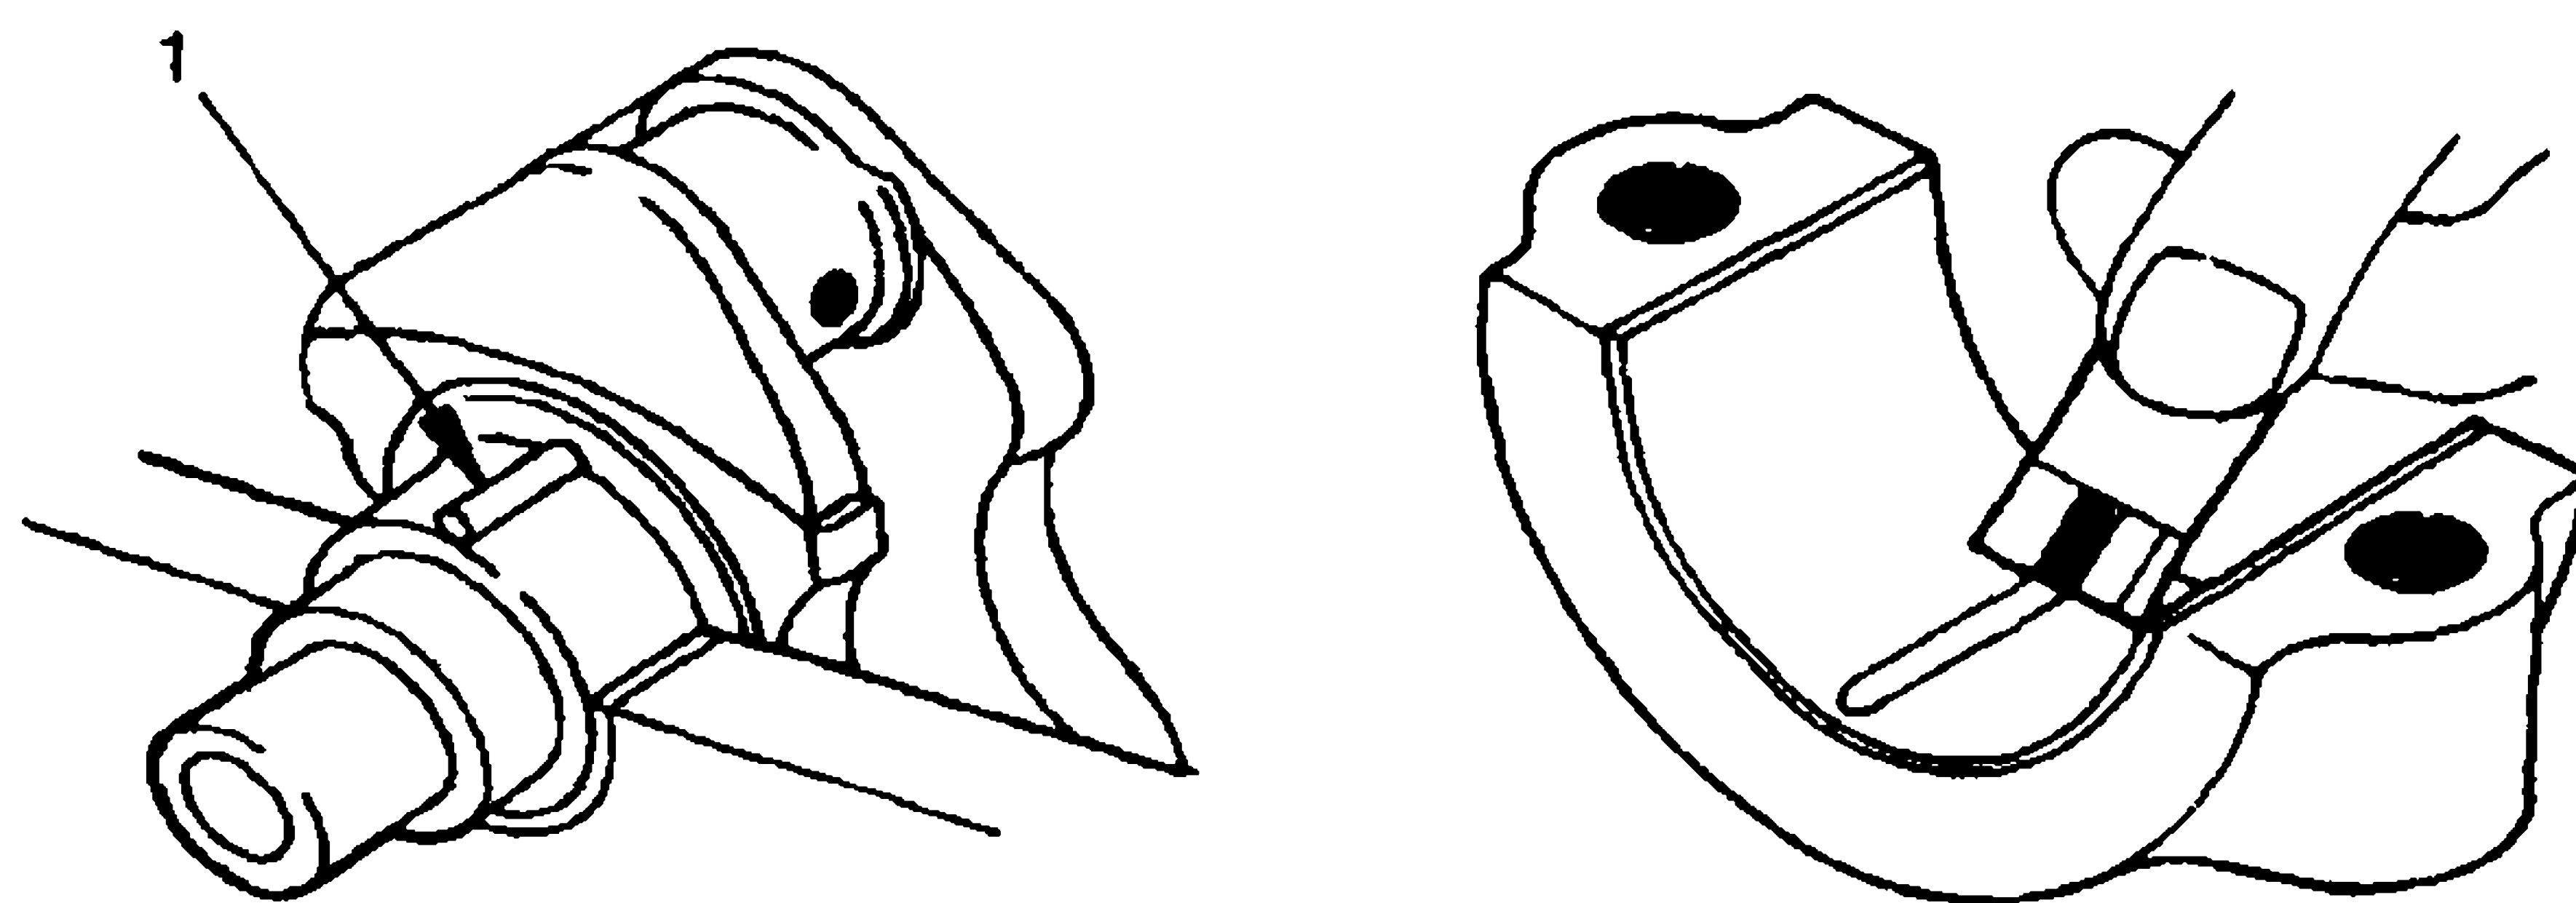

Рис. 33. Использование деформации мягкой проволоки (1) для измерения зазоров в подшипниках распредвала и коленвала
2. Уложить распределительный вал в опоры головки цилиндров и поместить на шейки отрезки пластмассовой проволоки (рис. 33).